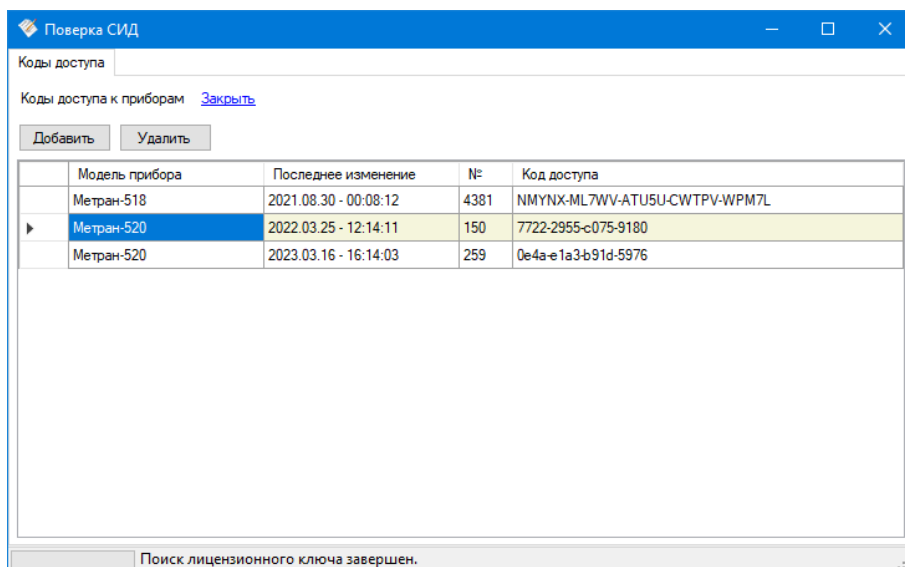

Рисунок 4.130 – Ввод кода доступа к калибратору
- нажать кнопку «Добавить» и в списке приборов выбрать подключаемый калибратор (см. Рисунок 4.130);